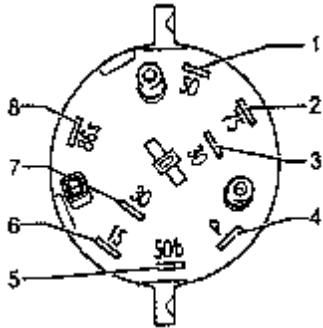

图 11-88 点火开关上的引线连接
(2) 点火/起动开关的安装
- ①把点火开关插进到方向盘锁紧锁外壳中。在安装点火开关时注意，点火开关和锁芯在相同的位置上。
②拧紧固定螺栓，并且且保护漆封住螺丝孔。
③在点火开关上插上多脚插头。
④安装转向柱开关的罩壳和方向盘。
5.3 点火开关上的引线连接(图 11-88)